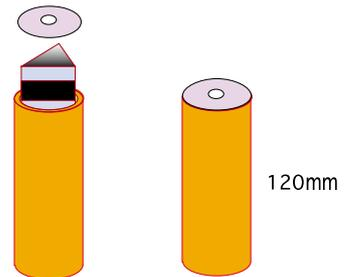

図8
(3) 三角筒を長い筒に入れて, 円形の厚紙でふたをする。(図8)